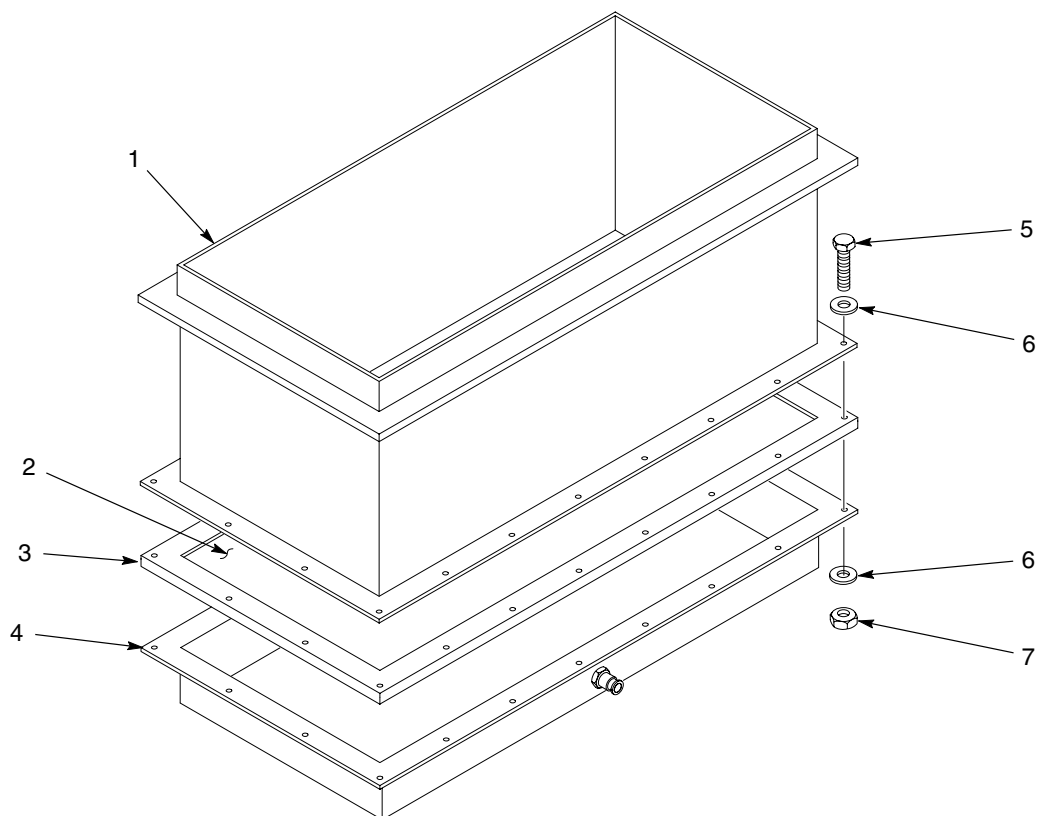

Figura 8-14 Substituição da placa de fluidificação da tremonha de alimentação de 75 lb
2. Consulte a figura 8-14. Retire os parafusos (5), anilhas planas (6) e porcas (7) que fixam o corpo (1) à câmara (4). Levante o corpo para fora da câmara.
3. Retire e elimine a placa de fluidificação antiga (2) e a junta em U (3).